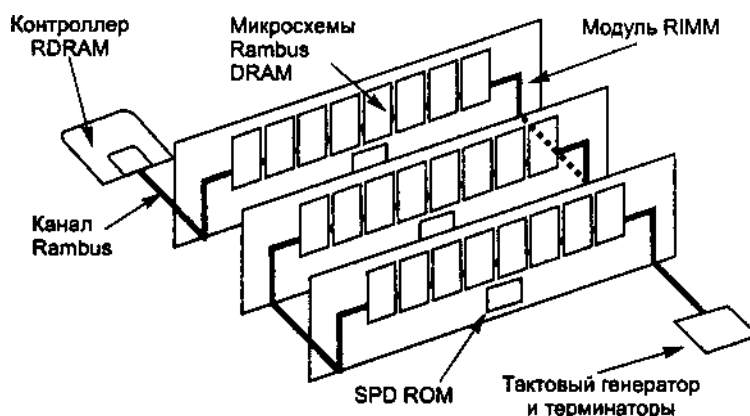

Рис. 8.12. Память Direct RDRAM
*Канал RDRAM (Rambus channel)* представляет собой последовательно-параллельную шину, благодаря которой можно ограничить количество линий интерфейса, что позволяет упорядочить разводку проводников ради повышения частоты передачи сигналов. Небольшое количество сигналов обеспечивает возможность при не очень высокой цене применить сверхбыстродействующие интерфейсные схемы. Тактовая частота канала — до 533 МГц1, стробирование информации осуществляется по обоим фронтам синхросигнала. Таким образом, пропускная способность одной линии достигает 1066 Мбит/с. Канал состоит из 30 основных линий с интерфейсом RSL (Rambus System Logic) и 4 вспомогательных линий КМОП, используемых для инициализации микросхем. Стандарт требует соблюдения топологических правил, структура подсистемы памяти приведена на рис. 8.12. Все основные интерфейсные линии, кроме линий синхронизации, начинаются от интерфейсной микросхемы контроллера памяти и заканчиваются терминаторами на противоположном конце канала. Терминаторы не позволяют сигналам отражаться от концов канала. Микросхемы памяти подключаются к каналу без Т-образных ответвлений проводников, что облегчается их упаковкой в корпуса BGA. Интерфейсные линии должны